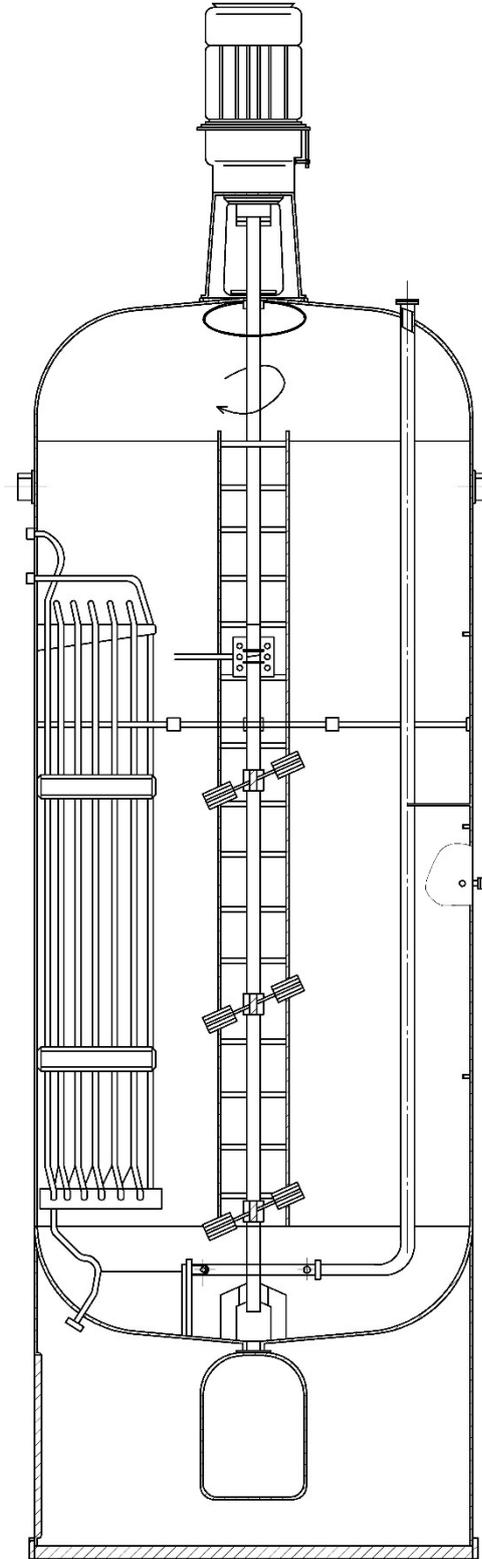

Рисунок 1. Схема реактора к заданию 1
**Задание 1.** Рассчитать основные конструктивные и энергетические показатели реактора общим объемом  $V\text{ м}^3$  (Рисунок 1). Реактор предназначен для проведения процесса этерификации олеиновой кислоты этиловым спиртом. Плотность среды  $\rho_{\text{ср}}$  кг/м3, динамическая вязкость среды  $\mu_{\text{ср}}$  (н с)/м2, теплоемкость среды  $c_{\text{ср}}$  Дж/(кг К), коэффициент теплопроводности  $\lambda_{\text{ср}}$  Вт/(м К), коэффициент заполнения аппарата  $K$ , рабочее избыточное давление  $P_{\text{пара}}$ , атм. Произвести расчет одноступенчатого редуктора привода мешалки. Предоставить чертежи 1 – реактор – общий вид (Чертеж в автокаде или компасе формат чертежа А1), редуктор сборочные чертеж (Чертеж от руки в формате А1).